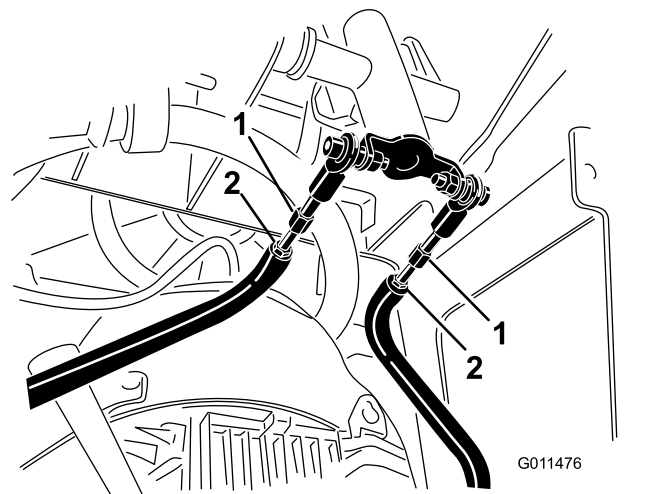

Figura 51
- D. Desaperte as porcas de bloqueio nas barras de tração, debaixo do painel de controlo (Figura 51).